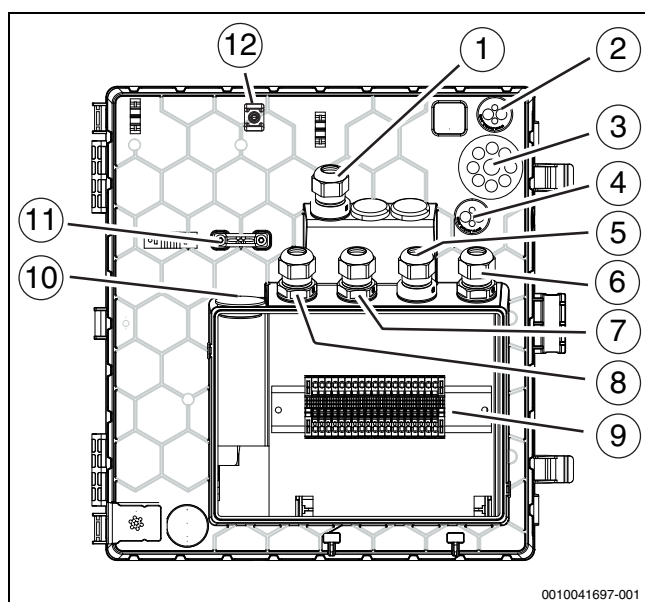

Bild 31 Kabeldurchführungen zum Klemmenkasten
3. Kabel in den Klemmenkasten führen (→Abbildung 31).
Bei Kabeldurchführungen (→ Abbildung 31 [2], [3], [4], [10]) genügt ein kleiner Einstich in die Membran, dann können die Leitungen durchgeschoben werden.
- Nach dem Einführen der Kabel die Kabelverschraubungen festziehen (→ Abbildung 31 [1], [5], [6], [7], [8]).
- Die festgelegten Befestigungspunkte [12] für die Befestigung der durch die Einführungen geführten Kabel verwenden (→ Abbildung 31 [2], [3], [4]).